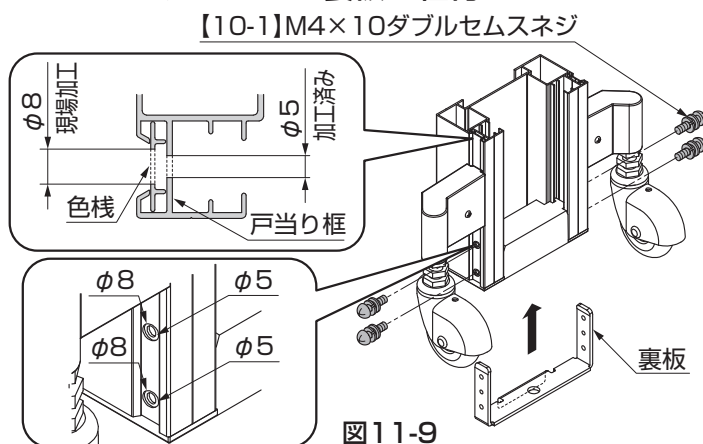

図11-9
- ①色棧にのみφ8孔をあけてください。色棧にはφ5の下孔があいています。(図11-9参照)
- 戸当り框には、φ8孔をあけないでください。(図11-9、図11-10参照)
- ②裏板を戸当り框に【10-1】で組付けてください。(図11-9、図11-10参照)
(3) PG型R センターシャフトの組付け